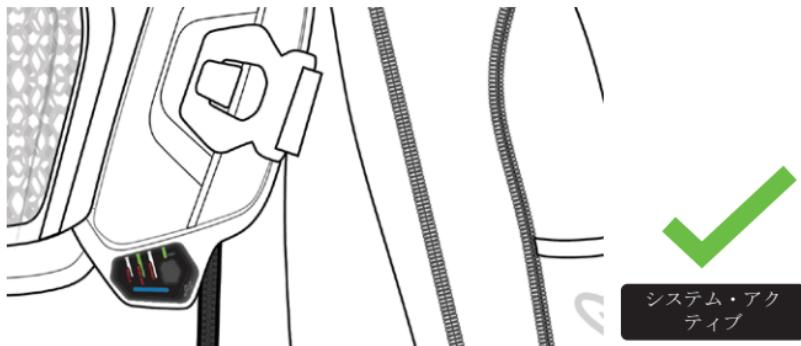

図10：システムがアクティブで正常に動作している
2) LED チェック段階の後、システムは自動的に起動し、ステータス LED (4c) が青色に点灯します (図 10)。この状態で、ユーザーは選択したライディング・モード (ライディング・モード LED [4d]を確認) とシステム・バッテリー・レベル (バッテリーLED [4e]を使用) (上記図 6 を参照)。